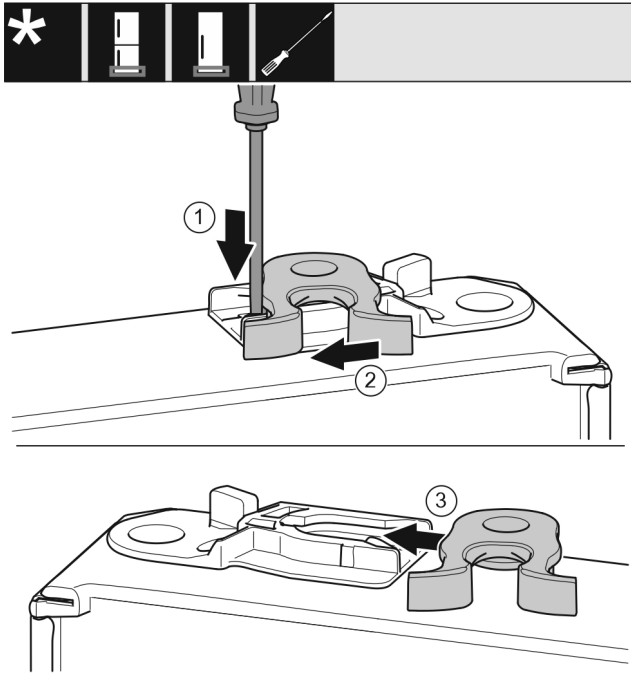

Fig. 18
- Suruge aasa Fig. 18 (1) lapikkruvikeerajaga allapoole.
- Tõmmake sulgemiskonks Fig. 18 (2) juhikust välja.
- Lükake sulgemiskonks Fig. 18 (3) teisel küljel juhikusse.